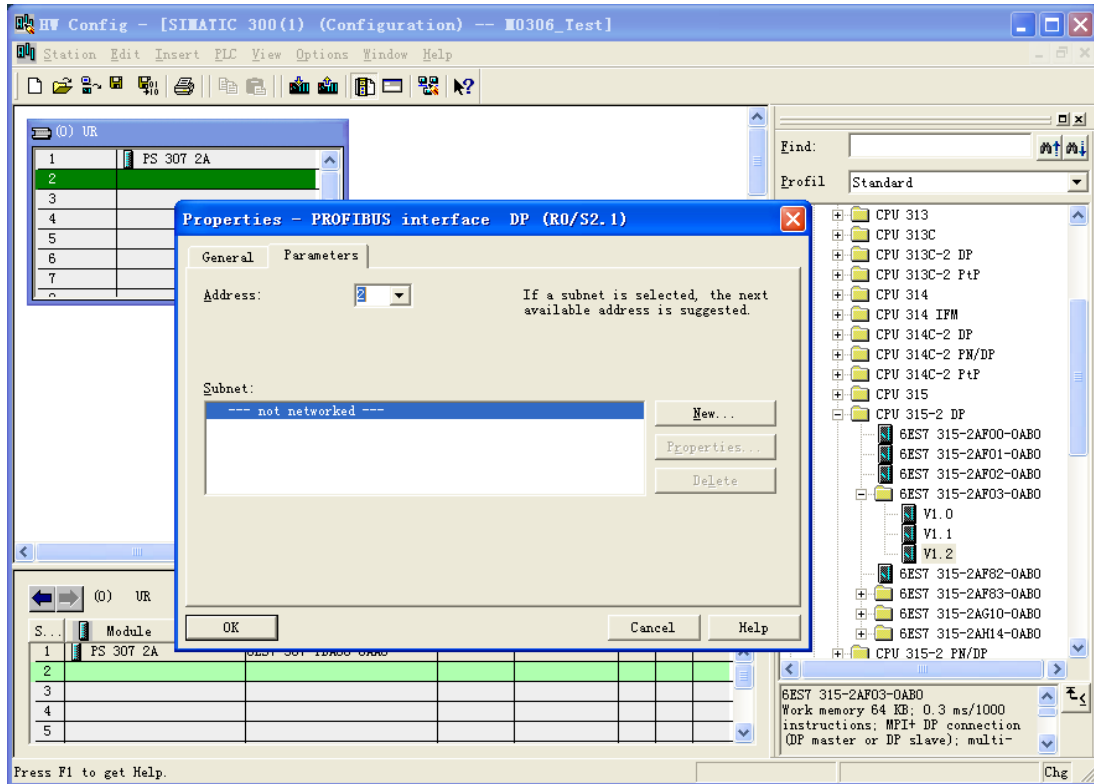

图 4.34 添加控制器
- 1) 根据控制器的实际型号选择添加。例如：在右侧树形列表中选中“SIMATIC 300→CPU-300→CPU 315-2 DP→6ES7 315-2AF03-0AB0→V1.2”，直接拖拽到“(0) UR”的第2栏中，将会弹出一个属性配置窗口，如下图 4.34 所示：